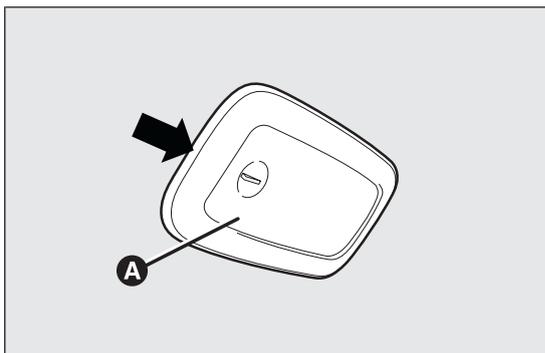

fig. 176
- actuar en el punto indicado por la flecha y retirar el plafón A fig. 176;